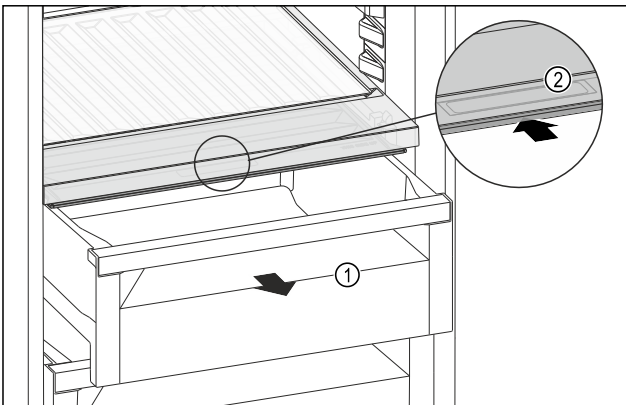

Fig. 147
- ▶ 拉出抽屉 Fig. 147 (1)。
- ▶ 抓住抽屉盖上的内嵌式拉手 Fig. 147 (2)，并同时向后推入抽屉盖。